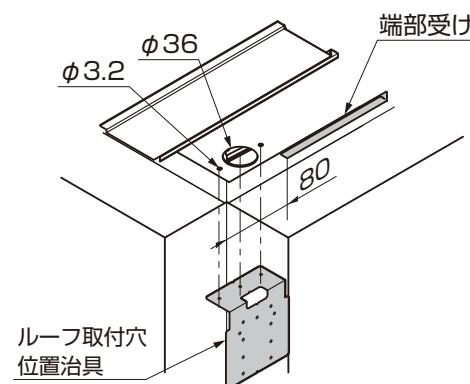

図11-44 A部詳細図
- 端部受け材は縦樋がつく側の端部から80mmの範囲は取付けないでください。(図11-44参照)